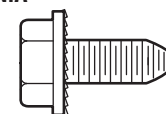
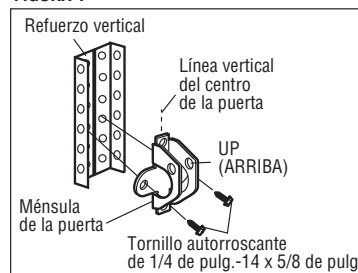

FIGURA 1
FIGURA 2
El colgante de su abre-puertas del garaje variará dependiendo de su garaje. Se muestran dos instalaciones representativas. Quizá su instalación sea diferente. Los soportes colgantes se deben colocar en ángulo (Figura 1) para lograr un soporte rígido. En los techos acabados (Figura 2), colocar un soporte metálico robusto sobre los soportes estructurales antes de instalar el abre-puertas. Este soporte y los accesorios no se incluyen con el abre-puertas.
- Taladre los orificios de sujeción de 3/16 de pulg. Fije la ménsula de la puerta con dos tornillos autorroscantes. (Figura 1)
- Como alternativa puede usar dos pernos de 5/16 de pulg.-18 x 2 pulg. con arandelas de presión y tuercas (no incluidos). (Figura 2)